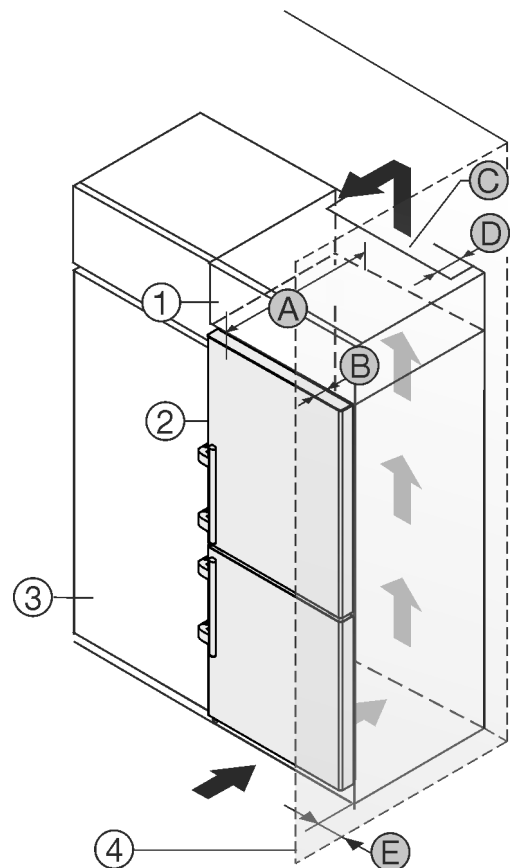

Fig. 27
Перед встановленням пристрою можна змінити його конструкцію відповідно до кухонної шафи. Щоб привести висоту пристрою Fig. 27 (2) у відповідність із розмірами кухонної ніші, можна встановити на нього спеціальну шафу Fig. 27 (1).
Пристрій можна встановлювати безпосередньо поряд із кухонною шафою Fig. 27 (3). Щоб мати можливість повністю відкривати дверцята, потрібно, щоб пристрій стояв на відстані глибина Fig. 27 (B) відносно передньої панелі кухонної шафи. Залежно від глибини кухонної шафи та використання пристінних розпірок пристрій може ще більше видаватися вперед.
- Глибина Fig. 27 (D) вільного простору вздовж усієї задньої сторони шафи повинна бути.
- Слід дотримуватись вентиляційного отвору Fig. 27 (C) в стелі приміщення.
Якщо пристрій з шарнірами встановлюється поряд зі стінкою Fig. 27 (4), слід дотримуватись відстані Fig. 27 (E) між пристроєм та стінкою. Це відповідає необхідній відстані для ручки після відкриття дверцят.